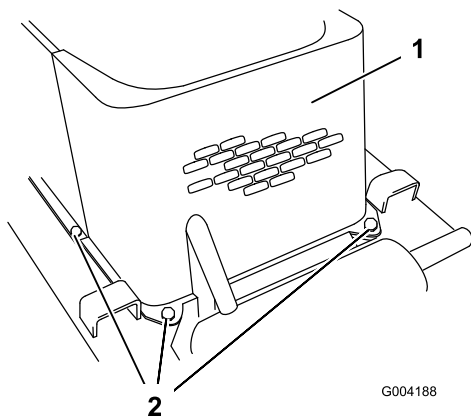

Figura 26
- Rimuovete i 4 bulloni che fissano la griglia anteriore al telaio della trattrice (Figura 26).